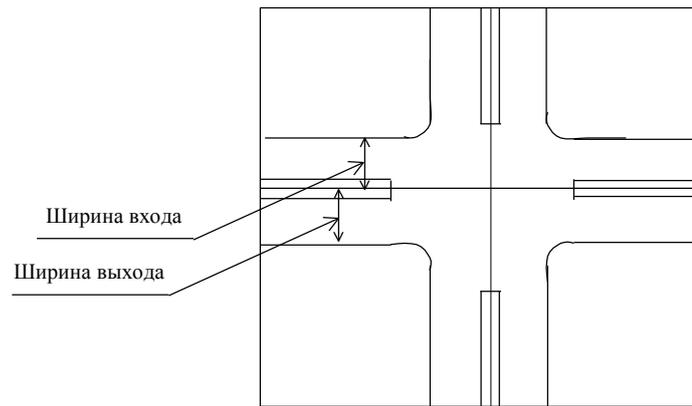

Рисунок 31
– ширина входа, ширина выхода – ширина проезжей части дороги от осевой линии до бровки пешеходной части дороги на входе и на выходе, описываемого входа пересечения (рис. 31);